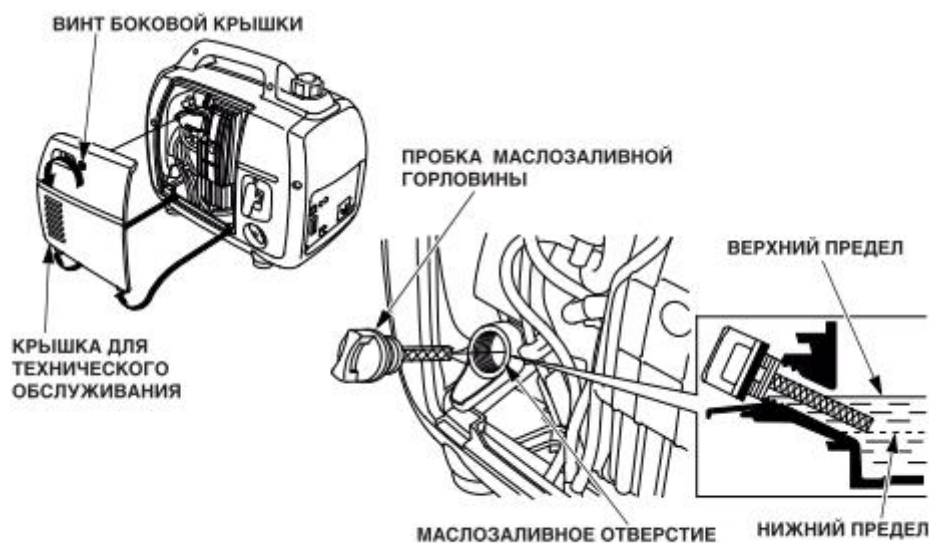

Рисунок 3.7
– надежно установить на место пробку маслосливной горловины (Рисунок 3.7).